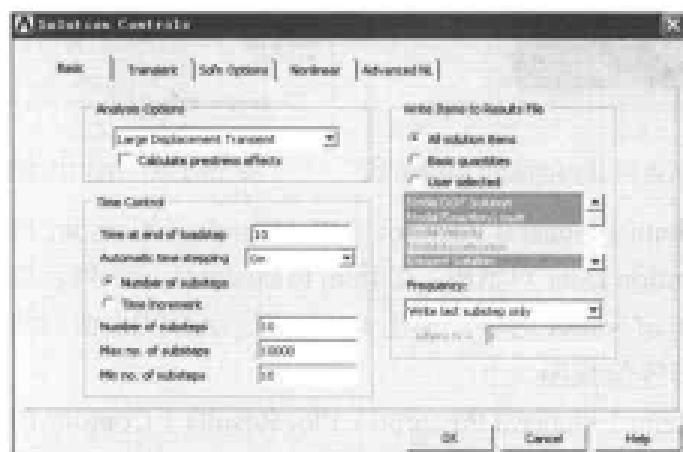

图 13-182 求解控制对话框
(1) 选择 Main Menu | Solution | Analysis Type | Sol'n Controls 命令，出现 Solution Controls 对话框，参照图 13-182 对其进行设置，单击 OK 按钮关闭该对话框。